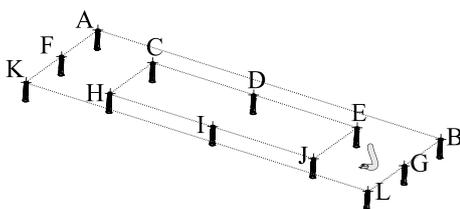

Abb. 21
- Entfernen Sie die Montageschablone und setzen Sie die Dübel ein ( Abb. 21 ).Verwenden Sie das mitgelieferte Befestigungsmaterial.